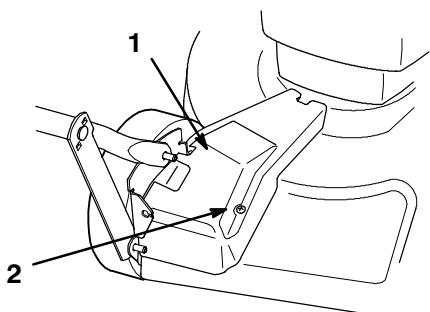

Figure 29
1. Moteur éteint, retirer le boulon de fixation du carter de courroie (Fig. 29) au carter de tondeuse.